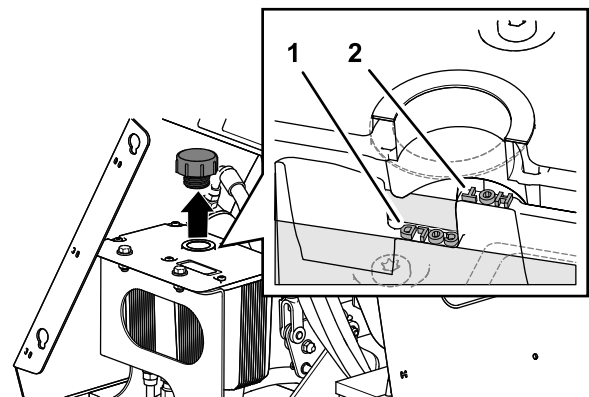

Figura 63
5. Limpie la zona alrededor del tapón del depósito hidráulico (**Figura 63**).
6. Retire el tapón y compruebe el nivel de fluido hidráulico del depósito (**Figura 63**).
7. Si es necesario, añada fluido hidráulico del tipo especificado al depósito hasta que el fluido cubra el nivel **Cold** en el tabique (**Figura 63**).
- Vuelva a colocar el tapón del depósito de fluido hidráulico y apriételo hasta que quede firme (Figura 63).